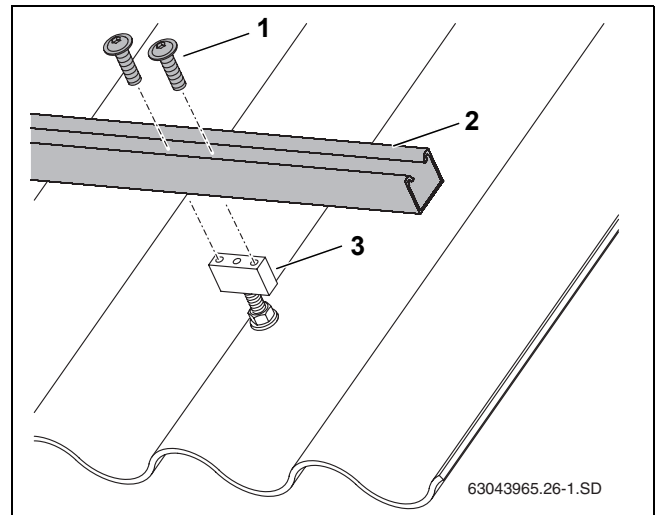

Bild 24 Profilschiene an Haltebock befestigen
► Profilschienen (Bild 24, [2]) jeweils mit zwei Schrauben (Bild 24, [1]) befestigen.